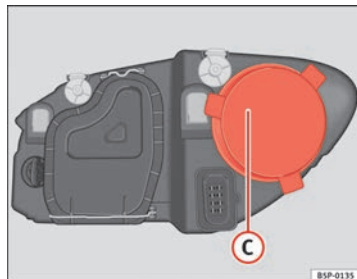

Abb. 188 Fernlicht
- Den Deckel ⇒ Abb. 188 C abziehen.